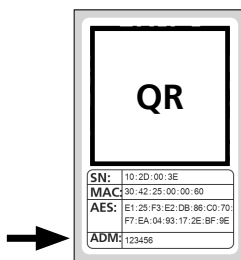

Abb. 3
- 3 Sie erhalten eine Aufforderung, den mitgelieferten QR-Code des Zylinders mit der Kamera des Smartphones einzuscannen. Der QR-Code befindet sich auf dem Aufkleber, welcher der Verpackung beiliegt (Abb. 3).
**! Achtung:** Dem Set liegen zwei Aufkleber mit QR-Codes bei, für Zylinder und Tastatur. Den hier benötigten QR-Code für den Zylinder erkennen Sie an dem Administratorcode unten auf dem Aufkleber, gekennzeichnet mit der Bezeichnung „ADM“ (Abb. 3).